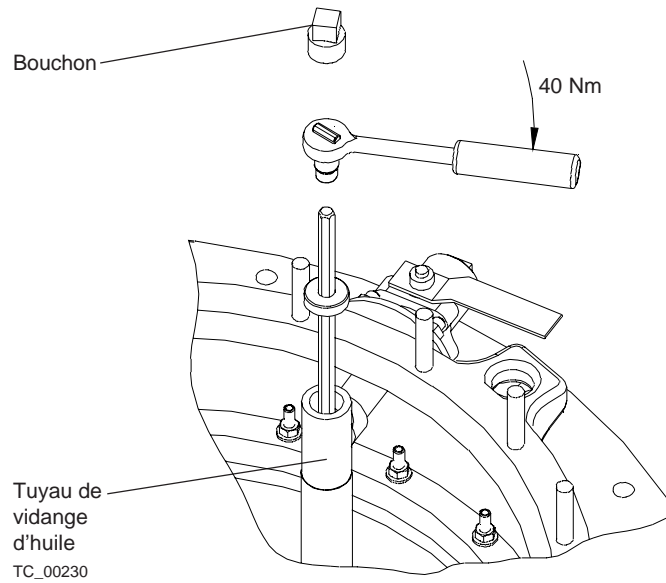

Fig. 28.
11. Retirer le bouchon à l'extrémité du raccord en T (voir fig. 28), faire glisser vers le bas la "clé de vidange" et fermer la soupape en tournant la clé environ de 6 tours vers la droite. Serrer à 40 Nm. Remettre le bouchon en place.